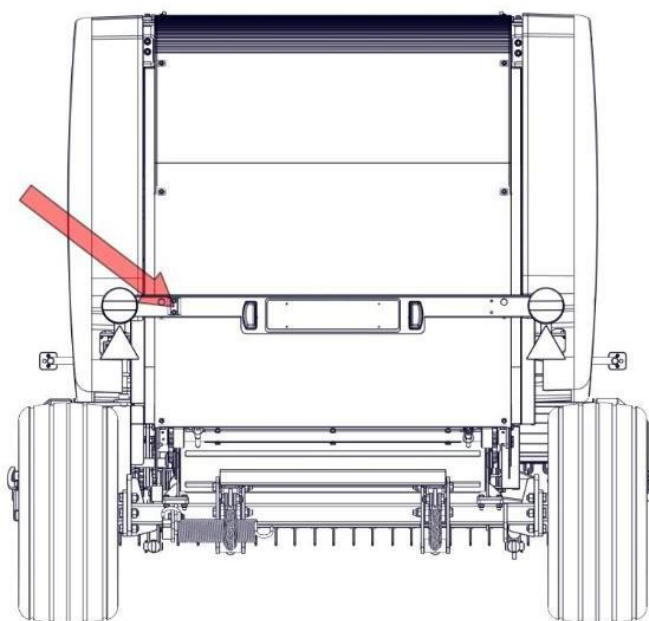

Рисунок 14 Место расположения опознавательного знака тихоходных транспортных средств
- В держателе сзади машины установить отличительный знак тихоходных транспортных средств (рис. 14),